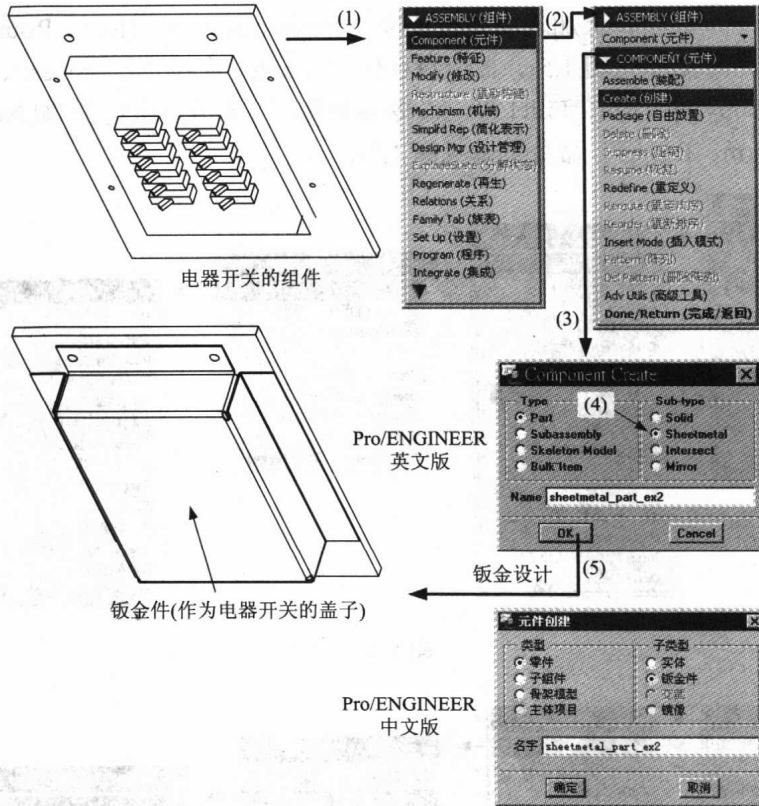

图 1.3
2. 在装配(Assembly) 模块中钣金件作为新零件，如图 1.3 所示。